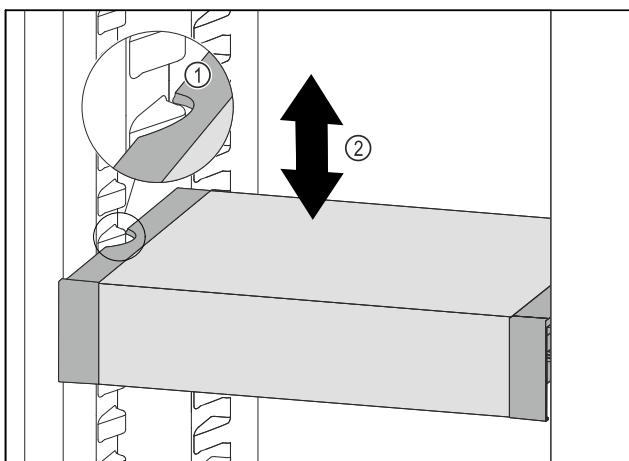

Fig. 92
- VarioSafe tiahajte dopredu, dokým sa bočné vybrania VarioSafe nebudú nachádzať vo výške rebra nádoby v chladničke. Fig. 92 (1)
- VarioSafe v chladničke presúvajte nahor alebo nadol, dokým sa dosiahne požadovaná výška. Fig. 92 (2)